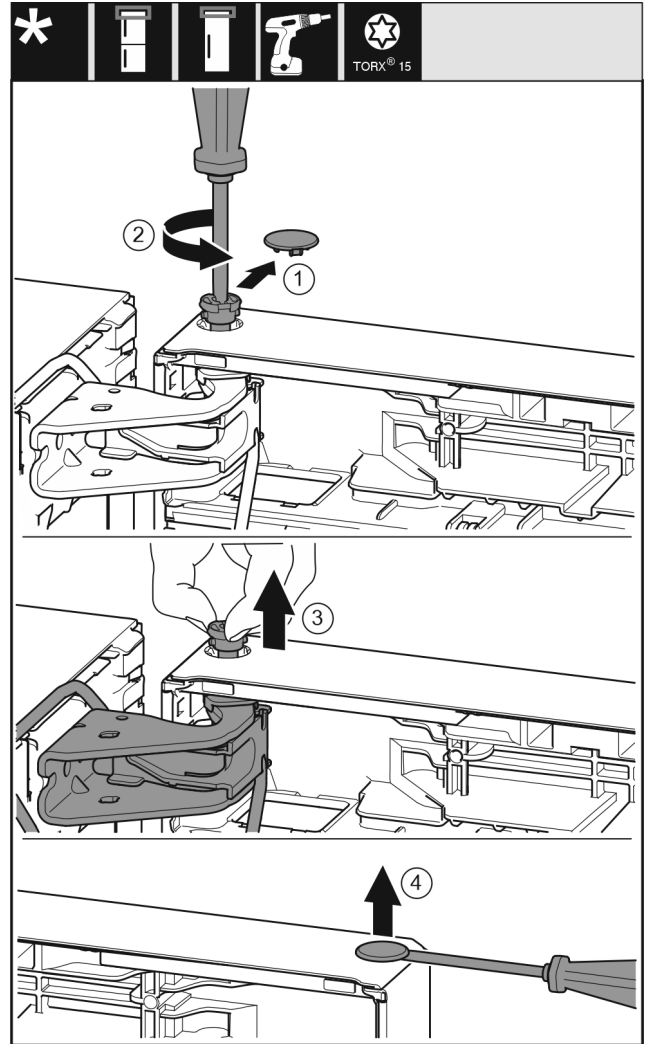

Fig. 22
- ▶ 小心拆下安全盖。 Fig. 22 (1)
- ▶ 用 T15 螺丝刀拧下一枚螺栓。 Fig. 22 (2)
- ▶ 抓紧门并用手指拔出螺栓。 Fig. 22 (3)
- ▶ 用带槽螺丝刀小心地从门轴衬上提起堵头并将其拉出。 Fig. 22 (4)